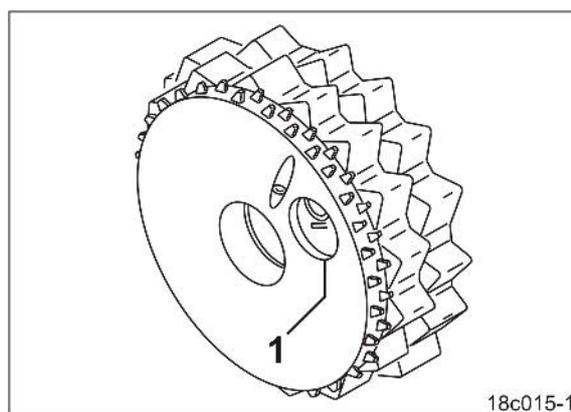

Fig. 118
5. Girar la rueda estrellada a la derecha hasta que los orificios (Fig. 118/1) de las ruedas sembradoras finas sean visibles.